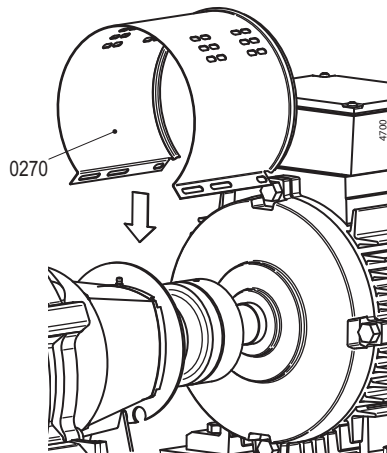

Abbildung 13: Montieren der Haube auf der Motorseite.
- 2 Die beiden Schutzhauben (0270) entfernen. Siehe Abbildung 13.